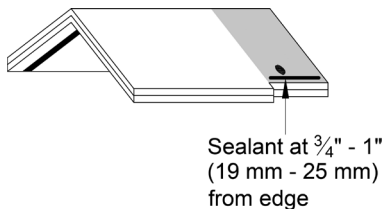

Figura 4
9. Para obtener la cobertura contra vientos de velocidad máxima en virtud de las garantías limitadas de GAF... usted **DEBE** aplicar una cantidad generosa de  $\frac{1}{4}$ " (6 mm) de ancho de sellador de uretano Henkel PL® o sellador de uretano Soneborne® NP-1™ a cada teja de cumbreira de  $\frac{3}{4}$ "-1" (19-25 mm) desde el borde de la teja, paralelo a la cumbreira (consulta la Figura 4) antes de colocar la siguiente teja.